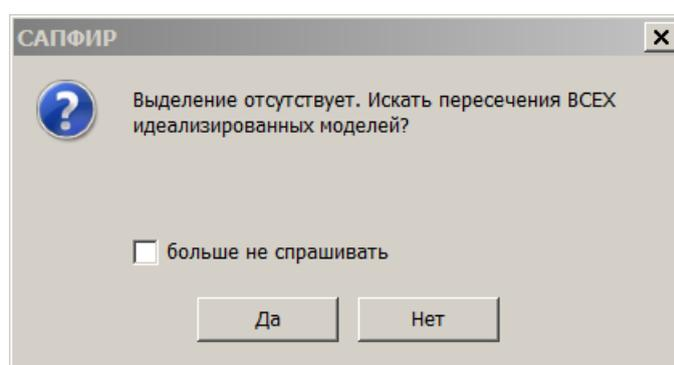

Рис.6.26. Диалоговое окно САПФИР
- В открывшемся диалоговом окне САПФИР (рис.6.26) щелкните по кнопке Да.